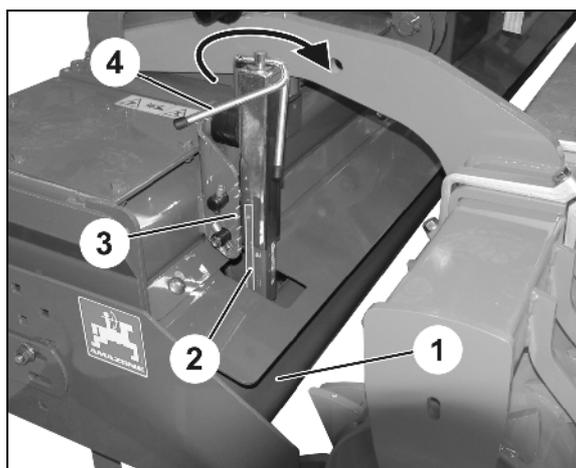

Fig. 25
Ajuste a barra de nivelamento (Fig. 25/1) de modo a que a formação de amontoados de terra cubra a barra de nivelamento até meio.
Prestar atenção para que esteja ajustada a mesma altura de ambos os lados da barra de nivelamento! Como orientação serve a posição do ponteiro (Fig. 25/2) nos entalhes (Fig. 25/3).
1. Levantar a manivela (Fig. 25/4) e ajustar a altura pretendida da barra de nivelamento, rodando a manivela.